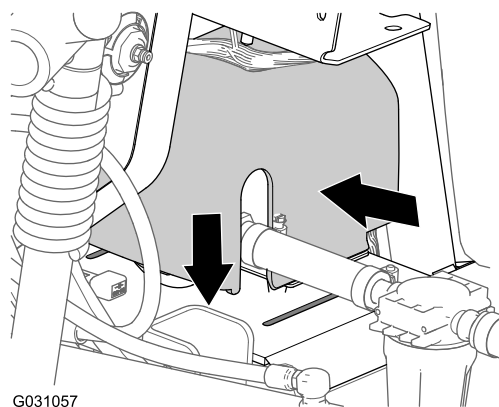

Figure 122
2. Placez le couvercle de la pompe de rinçage par dessus la plaque de serrage de la pompe (Figure 122).
3. Appuyez de chaque côté du couvercle de la pompe de rinçage et alignez les languettes du couvercle sur les fentes dans la plaque de serrage (Figure 122).
4. Insérez les languettes dans les fentes et relâchez les côtés du couvercle (Figure 122).